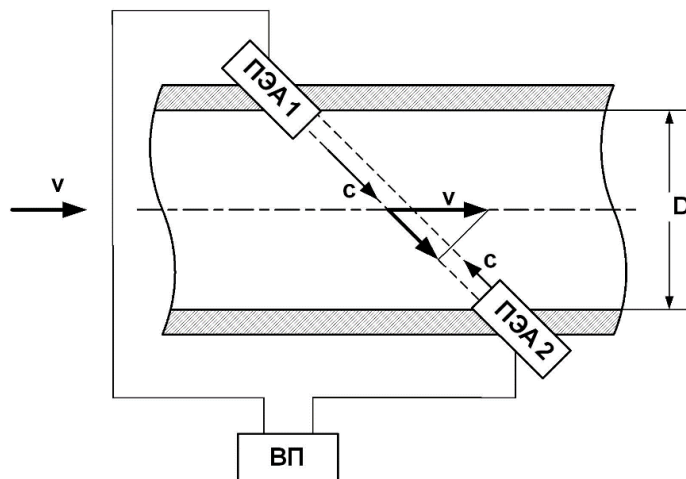

Рис.1 - Схема прохождения УЗС
1.5.1.2 ПЭА устанавливаются в измерительный участок (ИУ) по хордам (см. рис.1), образуя первичный преобразователь расхода (по диаметру для двухлучевого зондирования).